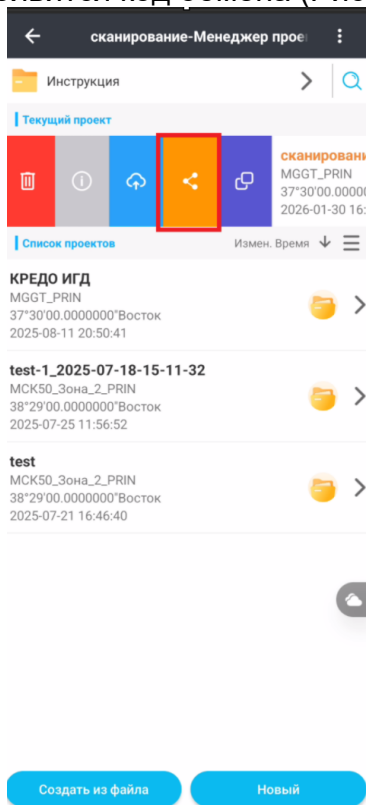

Рисунок 2.2.10
- Смахните интересный проект вправо и нажмите на иконку экспорта (Рисунок 2.2.10).